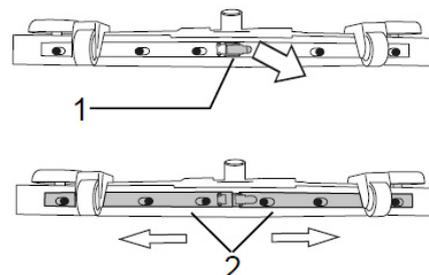

Abb. 20: Austausch der Gummilippe
- Den Haken (Pos. 1, Abb. 20) öffnen.
- Die zwei Lippenhalter nach außen drücken (Pos. 2, Abb. 20) und herausziehen.
- Den Haken (Pos. 1, Abb. 20) wieder schließen.